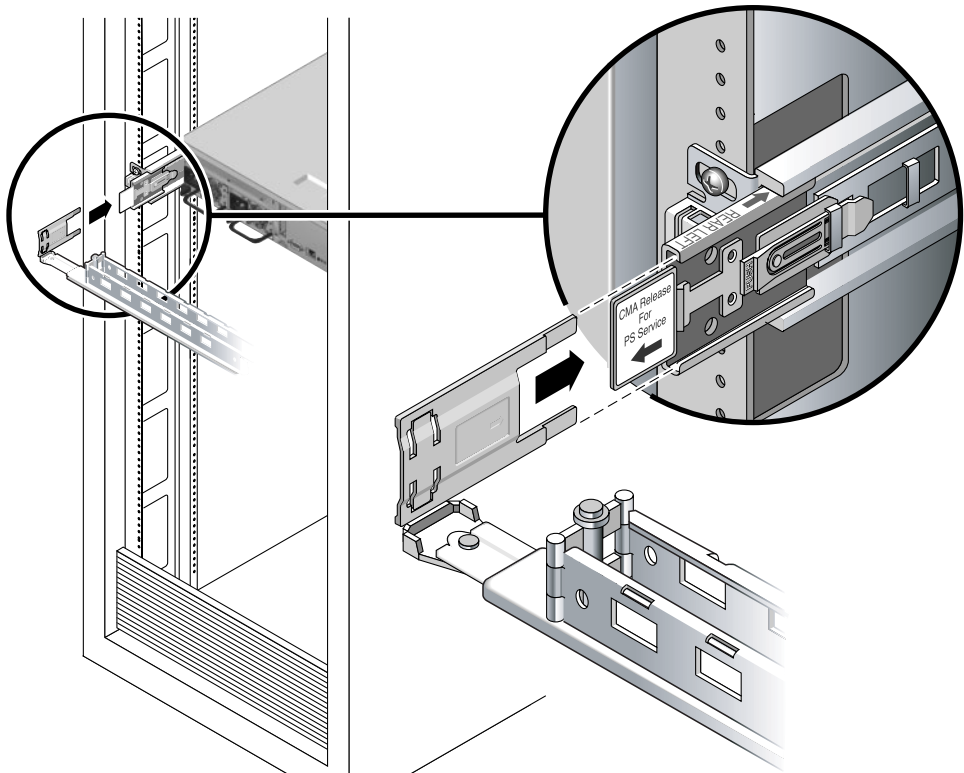

图 2-11 安装滑轨的左侧
4. 将 CMA 左侧通过合叶连接的塑料连接器完全插入 CMA 滑轨扩展部分（图 2-11）。CMA 滑轨扩展部分的塑料卡舌会通过合叶连接的塑料连接器锁定到位。